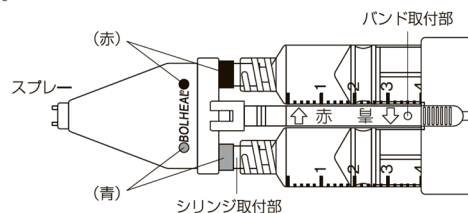

図 3
- 8.バンドの穴をバレルホルダーに固定する。（図 3）
- **7.**本品のコネクターとボルヒール調製器セットを一度取り外し再び取り付ける場合もスプレーの色の表示とシリンジの色を合わせる。こと。（図3の通り）取り付け位置を逆にするとスプレー内でボルヒール®組織接着用が硬化し、本品が使用出来ない可能性がある。